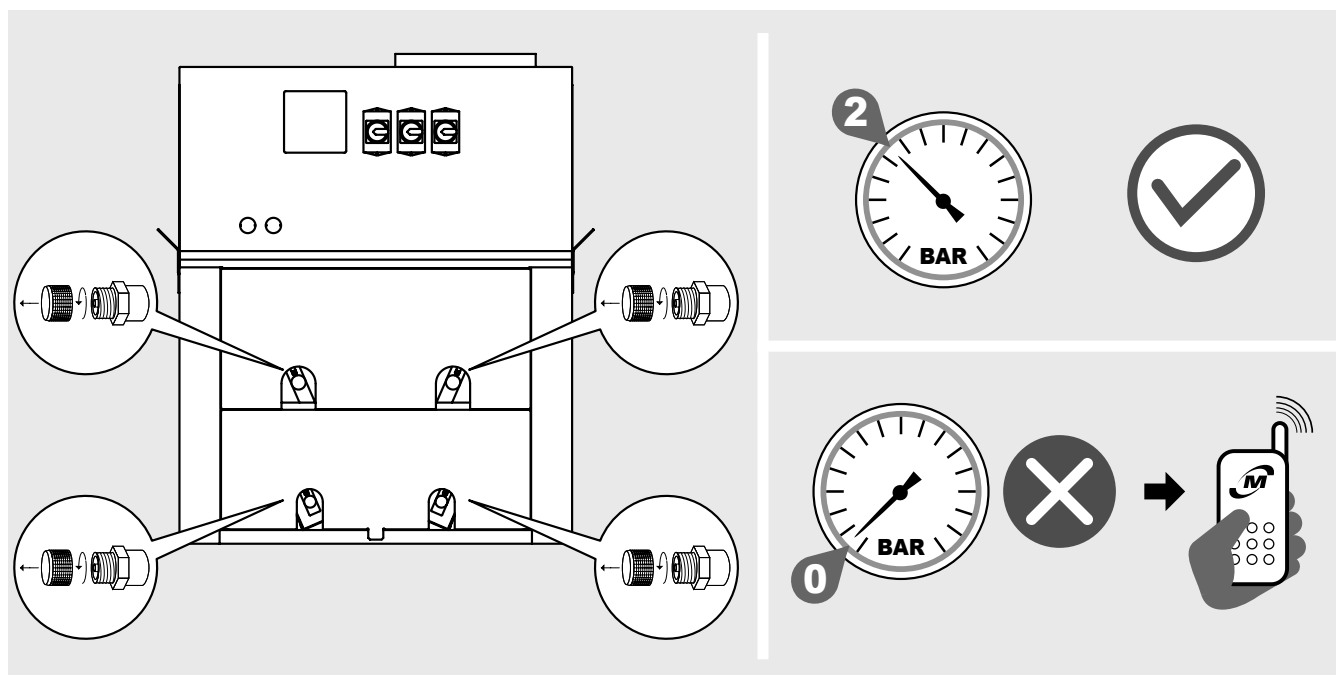

Figure 2
- 4.2 Les échangeurs des condensateurs (PRV) et des refroidisseurs de gaz (PRV*.*) sont dotés d'une précharge d'air sec à 2 bar et disposent de raccords de remplissage de 1/4" SAE. Vérifier la présence de pression; en l'absence de pression, contacter immédiatement Modine et signaler le problème sur le document de transport. L'absence de pression indique une fuite due à un dommage subi durant le transport. Observez la "Figure 2": dans certains modèles, la position précise des connexions peut également varier à la demande du client.